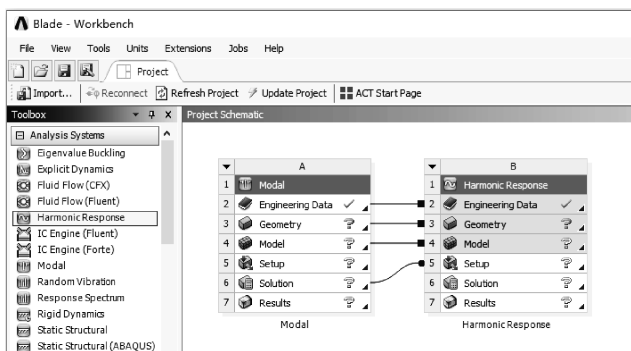

图 4-32 创建谐响应分析
(1) 在工具箱【Toolbox】的【Analysis Systems】中双击或拖动模态分析【Modal】到项目分析流程图，然后右键单击模态分析的【Solution】单元，从弹出的菜单中选择【Transfer Data To New】→【Harmonic Response】，即创建谐响应分析，此时相关联的数据共享，如图 4-32 所示。